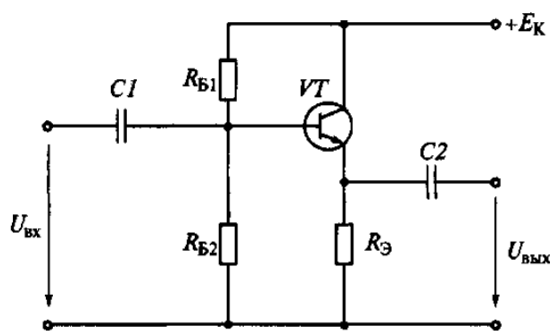

Рис. 8
7. Найдите коэффициенты усиления по напряжению K_U и по току K_I , входное $R_{вх}$ и выходное $R_{вых}$ сопротивления усилительного каскада с общим коллектором (рис. 8) на транзисторе ГТ322Б, у которого $h_{11} = 330 \text{ Ом}$, $h_{21} = 46$, $h_{22} = 10^{-4} \text{ См}$, если сопротивление эмиттера $R_{Э} = 1 \text{ кОм}$. Определите, какой из ответов не верен.